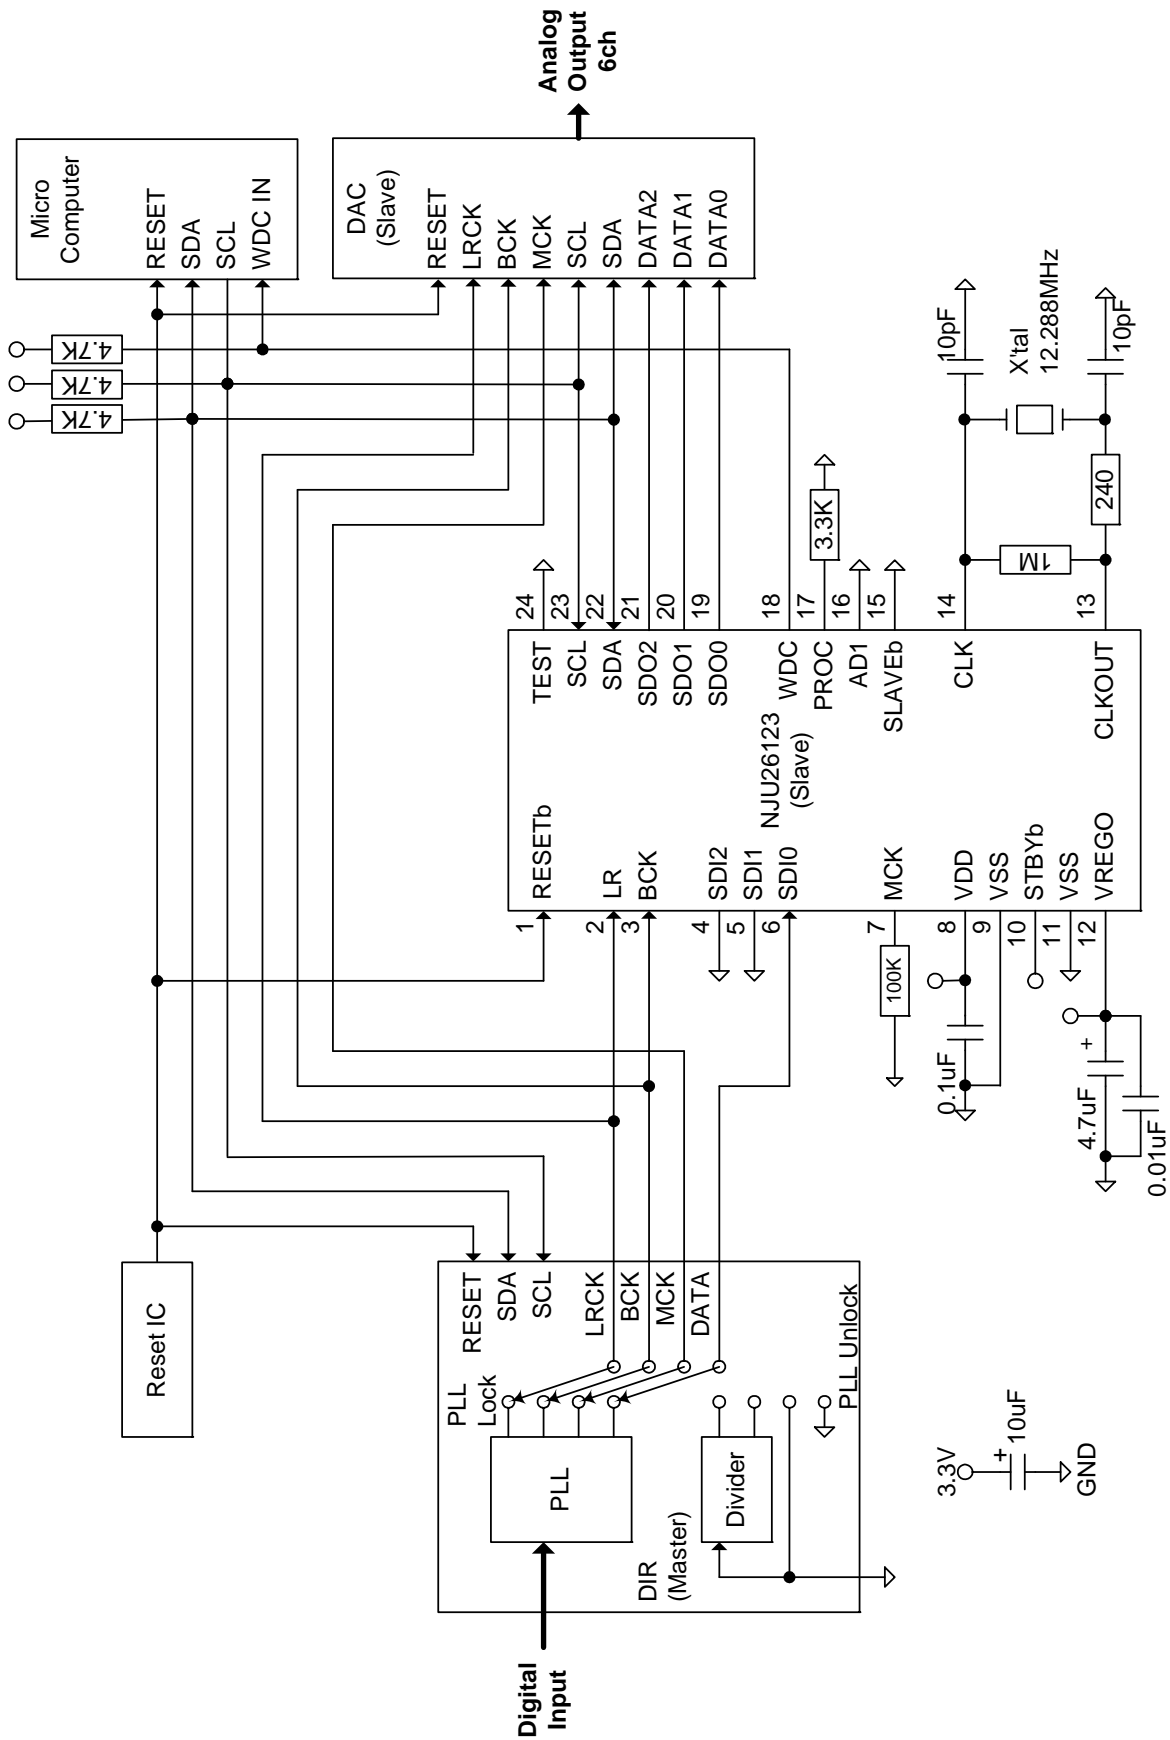
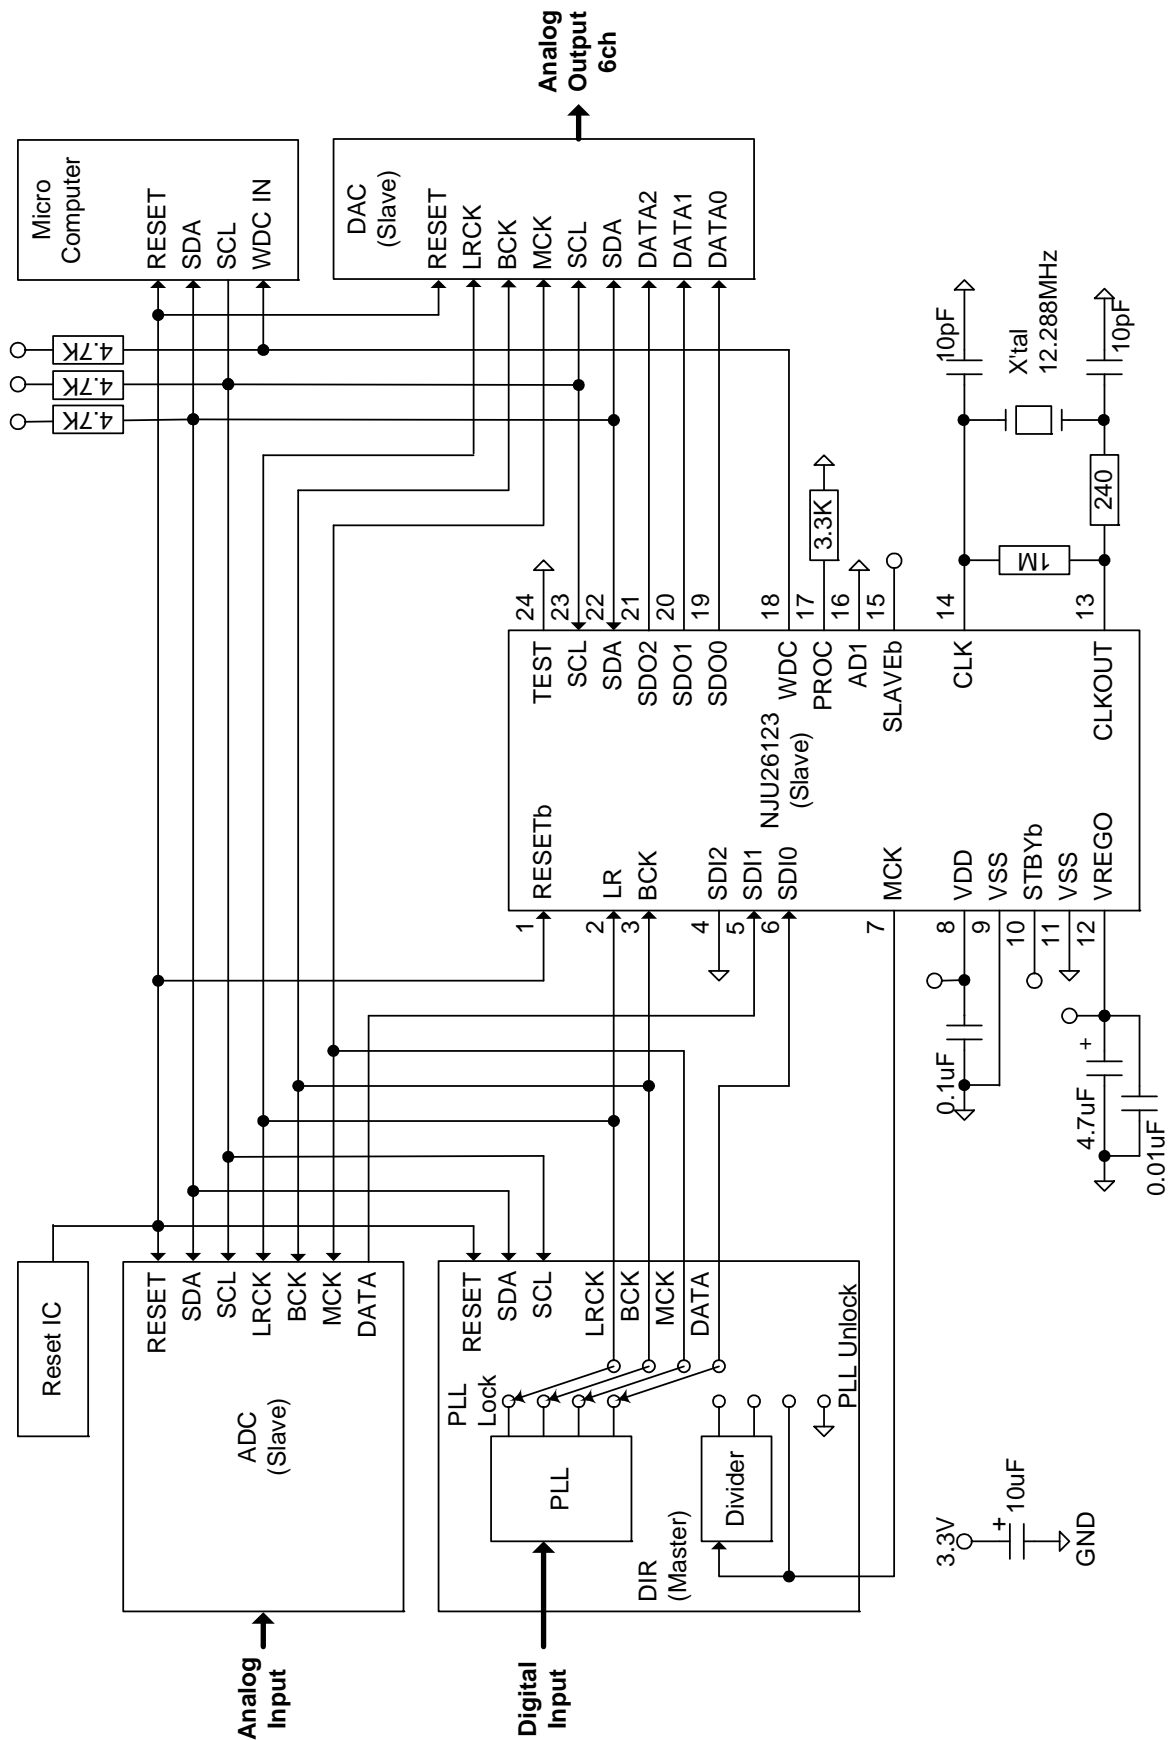

図3 応用回路例1 “DIR、NJU26123、DAC等の回路例(I²C Bus使用)”
図 5 応用回路例 3 “DIR、ADC、NJU26123、DAC 等の回路例(I²C Bus 使用)”
注3) 図3～図5の回路例に於いて、ADC及びDACは、常にスレーブモードで動作します。
オーディオ入力が、デジタル(DIR 入力)信号の回路例です。図3は、DIR、DSP 及び DAC を使用した例です。
オーディオ入力が、デジタル(DIR 入力)或いはアナログ(ADC 入力)信号の回路例です。図5は、DIR、ADC、DSP 及び DAC を使用した例です。
- 1) DSP の電源電圧は、3.3V を供給します。入力端子の仕様は、5V トレラントです。図3～図5に於いて、周辺 IC の電源電圧は、3.3V を想定しています。その為、DSP と周辺 IC 間は、直接配線しています。